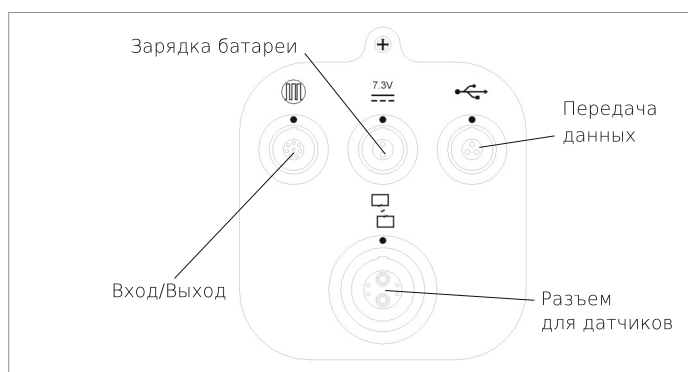

Рис. 6. Электрические соединения KATflow 210
- Подключите прилагающиеся температурные датчики RT100 к разъему с боковой части корпуса (Рис. 6).